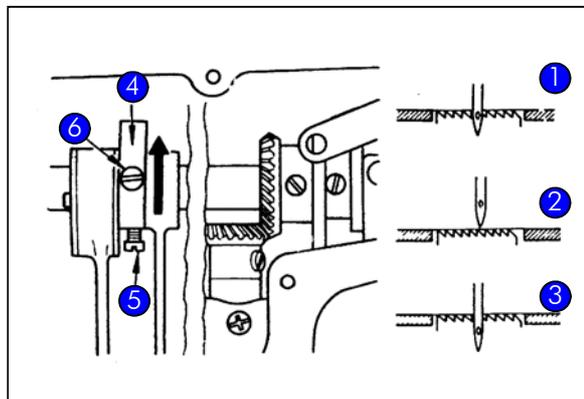

Figure 42 Synchronisation du transporteur
- ▶ Dévisser les vis de sécurité ⑤ et ⑥ du bloc excentrique ④ (Figure 42).